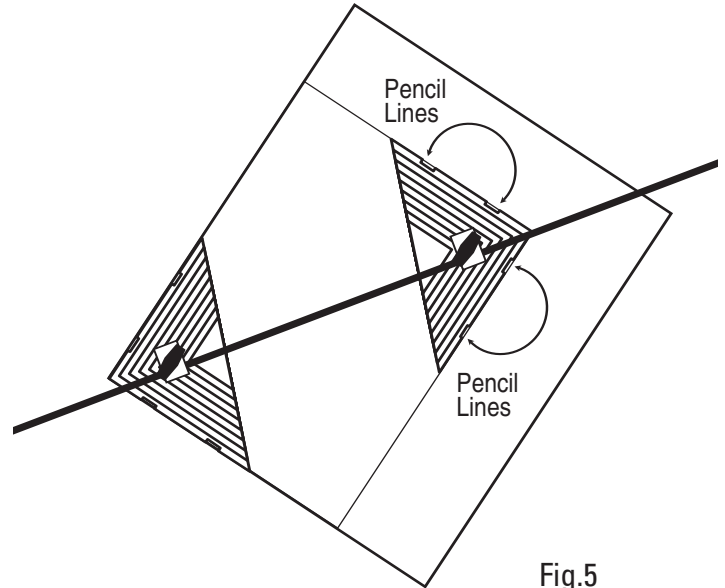

Fig.5
Étape 3 – Retirez l’outil de dimensionnement du cadre et assurez-vous que la position de chaque triangle n’a pas changée. Placez le guide-bordure Fit-N-Frame au dos du passe-partout en alignant le triangle A sur l’angle inférieur gauche du passe-partout. (Fig. 5)
Étape 4 – Tracez ensuite une ligne à l’intérieur des deux petits renforcements du triangle B. Ces lignes constituent les dimensions extérieures du passe-partout. (Fig. 5)
Schritt 3 - Nehmen Sie das Messwerkzeug vom Rahmen und achten Sie dabei darauf, dass die Dreiecke nicht verrutschen. Legen Sie den Fit-N-Frame Border Guide auf die Rückseite des Passepartoutkartons, indem Sie Dreieck A auf die untere linke Ecke des Kartons auflegen. (Abb. 5)
Schritt 4 - Ziehen Sie jetzt eine Linie in den beiden flachen Aussparungen von Dreieck B. Diese Linien sind die Außenkante des Passepartouts. (Abb. 5)
Procedura 3 - rimuovere l’attrezzo per dimensionare dalla cornice controllando che la posizione dei due triangoli non cambi. Posizionare la guida per bordi Fit-N-Frame sul retro del cartoncino allineando il triangolo A con l’angolo inferiore sinistro del cartoncino (Fig. 5).
Procedura 4 - tracciare una riga all’interno dei due incavi del triangolo B. Queste righe indicano le dimensioni esterne del cartoncino (Fig. 5).
Paso 3: retire la herramienta de medición del marco asegurándose de que la posición de cada triángulo no cambie. Coloque la Guía de bordes para montaje en bastidor en la parte posterior del panel al alinear el Triángulo A con la esquina inferior izquierda del panel. (Fig. 5)
Paso 4: luego dibuje una línea dentro de las dos ranuras del Triángulo B. Estas líneas están fuera de las dimensiones del panel. (Fig. 5)